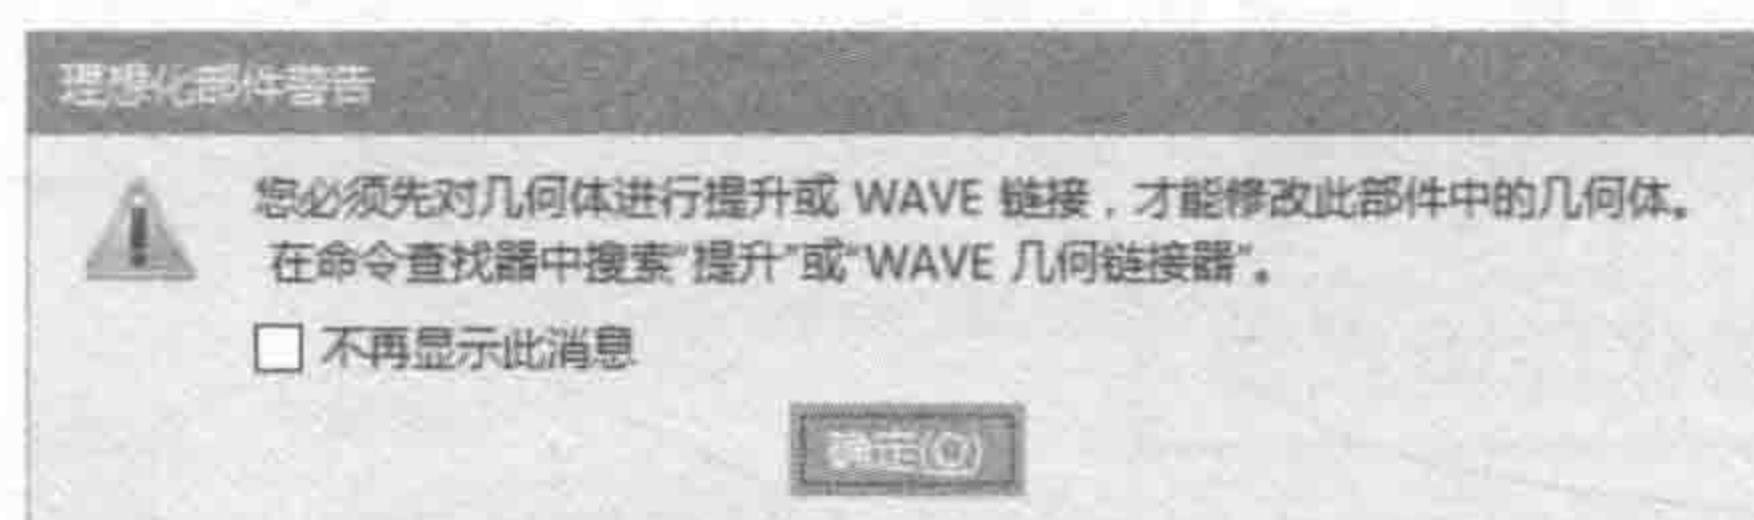

图 1-9 【理想化部件警告】对话框
1) 弹出图 1-9 所示的【理想化部件警告】对话框, 勾选其中的【不再显示此消息】复选框, 并单击【确定】按钮。